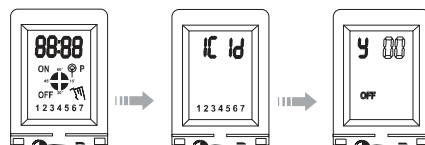

Fig.5
**a) Erste Inbetriebnahme (Spannungsversorgung) des Gerätes.** Die Anzeige der Schaltuhr bleibt bei der ersten Inbetriebnahme dunkel. Durch gleichzeitigen Druck auf die Tasten "ERSTE INBETRIEBNAHME" wird die Anzeige aktiviert. Das Gerät führt einen automatischen Test aus und ist zur Dateneingabe bereit. (Abb. 5)
Die Schaltuhr geht in Betrieb, die Anzeige wird aktiviert. Tasten **"ZURÜCKSETZEN"** gleichzeitig drücken, um die Schaltuhr neu zu programmieren (vollständig zurücksetzen). Das Gerät führt den automatischen Test aus und ist zur Dateneingabe bereit. (Abb. 5)